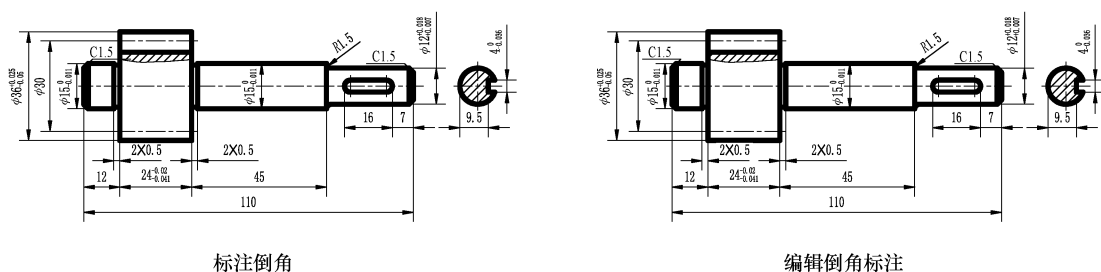

图 12-13 标注倒角
- Step 12** 编辑倒角标注：开启“捕捉”模式。调用“移动”命令，修改左轴段倒角标注。标注倒角，如图 12-13 所示。